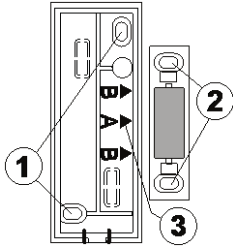

fig. 3
2. Schrauben sie den hinteren Kunststoff an den festen Teil der Türen (Fenster) die Zeichen A, B auf diesem Kunststoff markieren die Platzierung des Magnets (fig. 3).